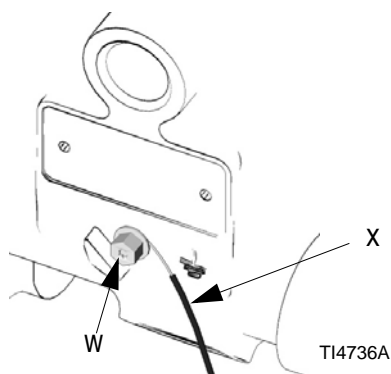

Fig. 2: Conexión del cable de conexión a tierra
- **Bomba:** Conecte un cable y una abrazadera de conexión a tierra tal como se indica en la FIG. 2. Afloje el tornillo de conexión a tierra (W). Inserte el extremo de un cable de conexión a tierra calibre 12 ga (1,5 mm²) como mínimo (X) detrás del tornillo de conexión a tierra y apriete el tornillo firmemente. Conecte el extremo con abrazadera del cable de conexión a tierra a una tierra verdadera. Pida el cable de conexión a tierra y la abrazadera, Nro. de Pieza 222011.